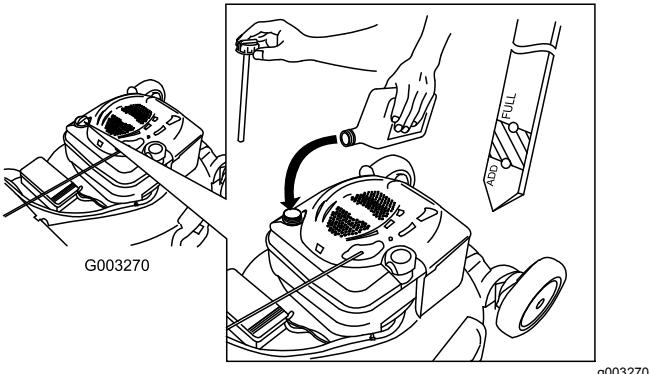

Figura 38
- Rimuovete l'asta di livello e controllate il livello dell'olio; fate riferimento a Figura 38.